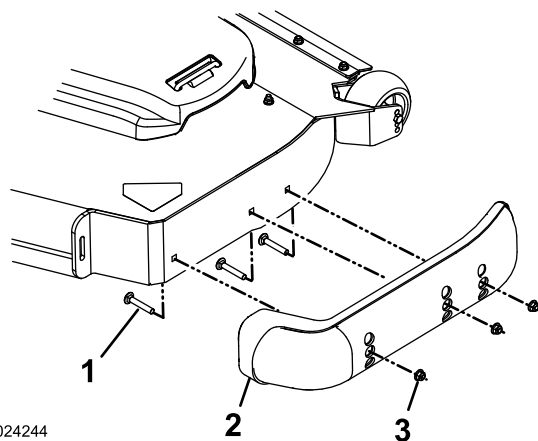

Figure 30
3. Retirez les boulons de carrosserie et les écrous de chaque patin (Figure 30).